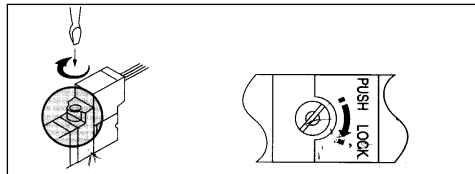

Fig. 9
Tipo a pressione bloccabile (Fig. 9)
1. Premere sul tasto dell'azionatore manuale (Fig. 9) con un piccolo cacciavite a taglio e ruotarlo in senso orario fino a portare la scanalatura nella posizione di blocco.
Sbloccaggio (Fig. 9)